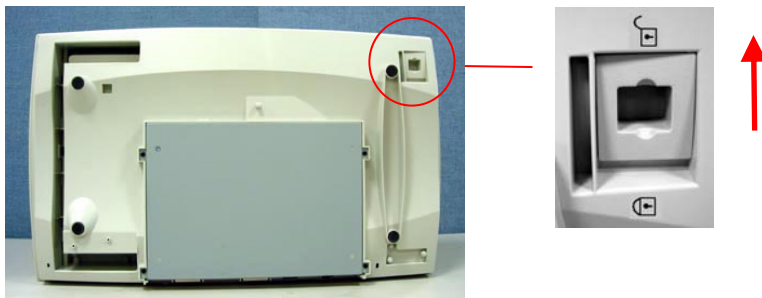

Abbildung 2-1 Transportsicherung entfernen
- ii). Bringen Sie die Transportsicherung unterhalb des Scanners in "Betriebsposition" (Abbildung 2-1).